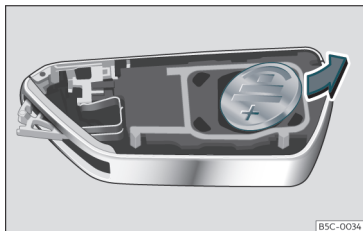

Fig. 77 Chiave del veicolo: estrarre la batteria.
- Estrarre la batteria dal vano con un oggetto fino adatto >>> **fig. 77**.
- Inserire la nuova batteria premendola nel vano batteria >>> ①.